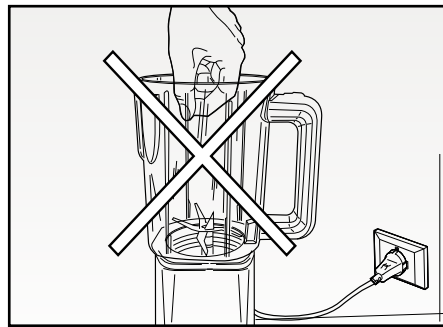

Fig. 9
14. Non inserire mai le mani nella tazza per Smoothie (frullatore) quando l'apparecchio è collegato alla rete elettrica (Fig. 9). Servirsi sempre del premicibo.